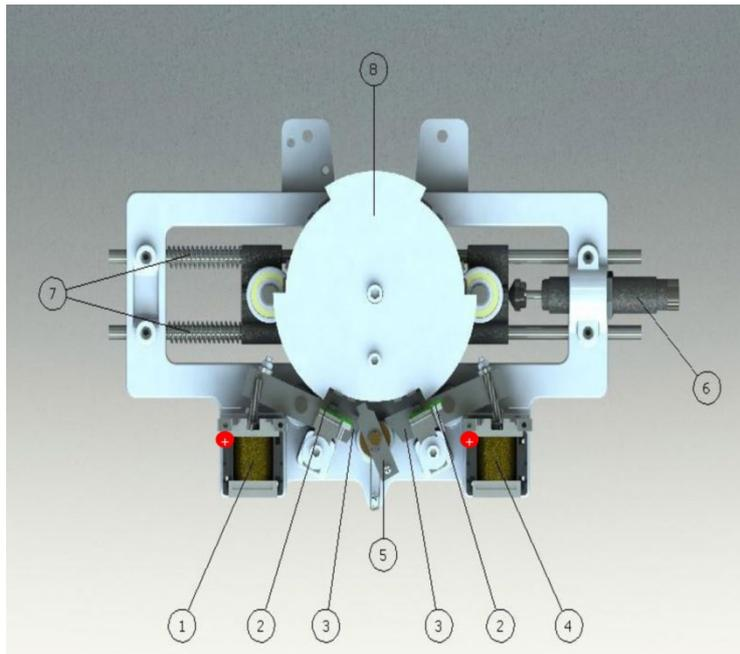

Figura 4.6 Meccanismo principale del tornello
**1-Solenoido direzionale “A”:** permette al braccio di girare e fermarsi spostando la linguetta di bloccaggio. La tensione di esercizio dei solenoidi è 24VDC e hanno poli +/- . In collegamento inverso il solenoide non riceve energia. Nella Figura 4.6 sono indicati i poli (+) dei solenoidi. Il cavo rosso del solenoide deve essere collegato al polo (+).